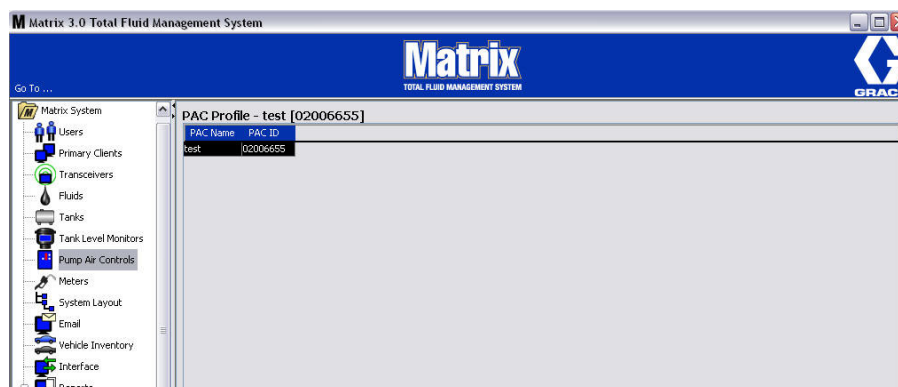

FIG. 116
- De gekoppelde PAC wordt weergegeven op het hoofdscherm zoals in FIG. 116.